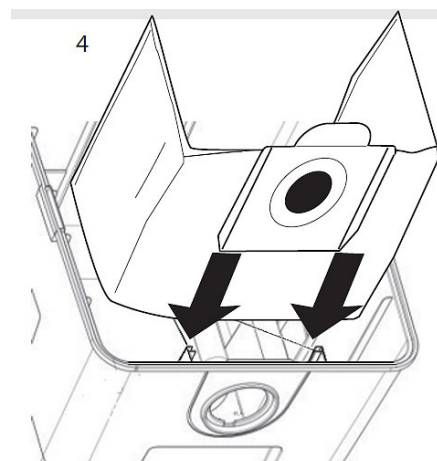

Abb. 8: Montage des Papierbeutels
Schritt 4: Stellen Sie bei der Verwendung des Papierbeutels sicher, dass er richtig in den Führungen des Staub- und/oder Wasserbehälters sitzt (Abbildung 8).